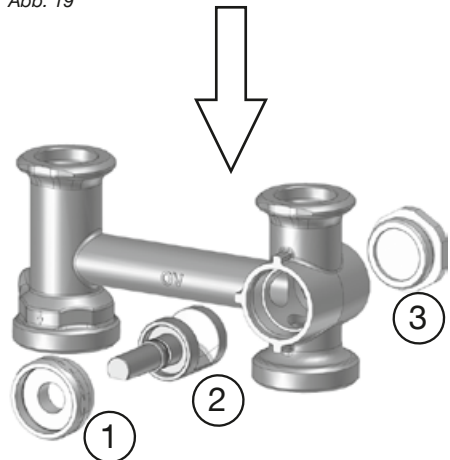

Abb. 20
5. Ausrichtung des Mischerkübens kontrollieren. Dessen abgeflachte Seite muss **nach unten zeigen und waagrecht ausgerichtet** sein (Abb. 20). Das Küben versperrt in dieser Position den Vorlaufstrang.